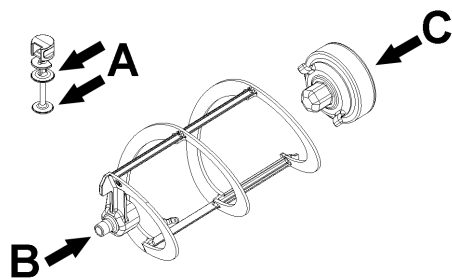
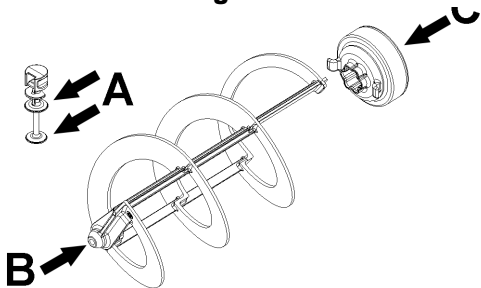

figura 19
figura 20
**2** Lubrificar el pistón del grifo de erogación, el empalme hexagonal y el mezclador en los puntos indicados en la figura 19 (NG6) o figura 20 (NG10) utilizando exclusivamente la grasa que se entrega de serie con la máquina u otra grasa para
**3** Montar de nuevo el grifo de erogación en el recipiente con secuencia inversa respecto a la de la figura 19 o figura 19.